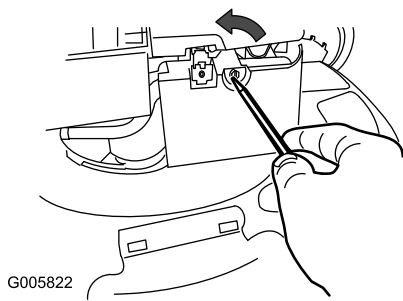

Figure 40
1. Ouvrez le couvercle du filtre à air avec un tournevis (Figure 40)